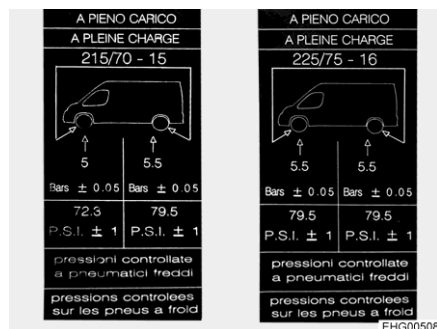

Bild 164 Hänvisningsetiketter om däcktrycket på B-stolpen (exempel)
- ▷ Hänvisningsetiketter med önskat däcktryck är fästa på insidan av B-stolpen (se Bild 164).